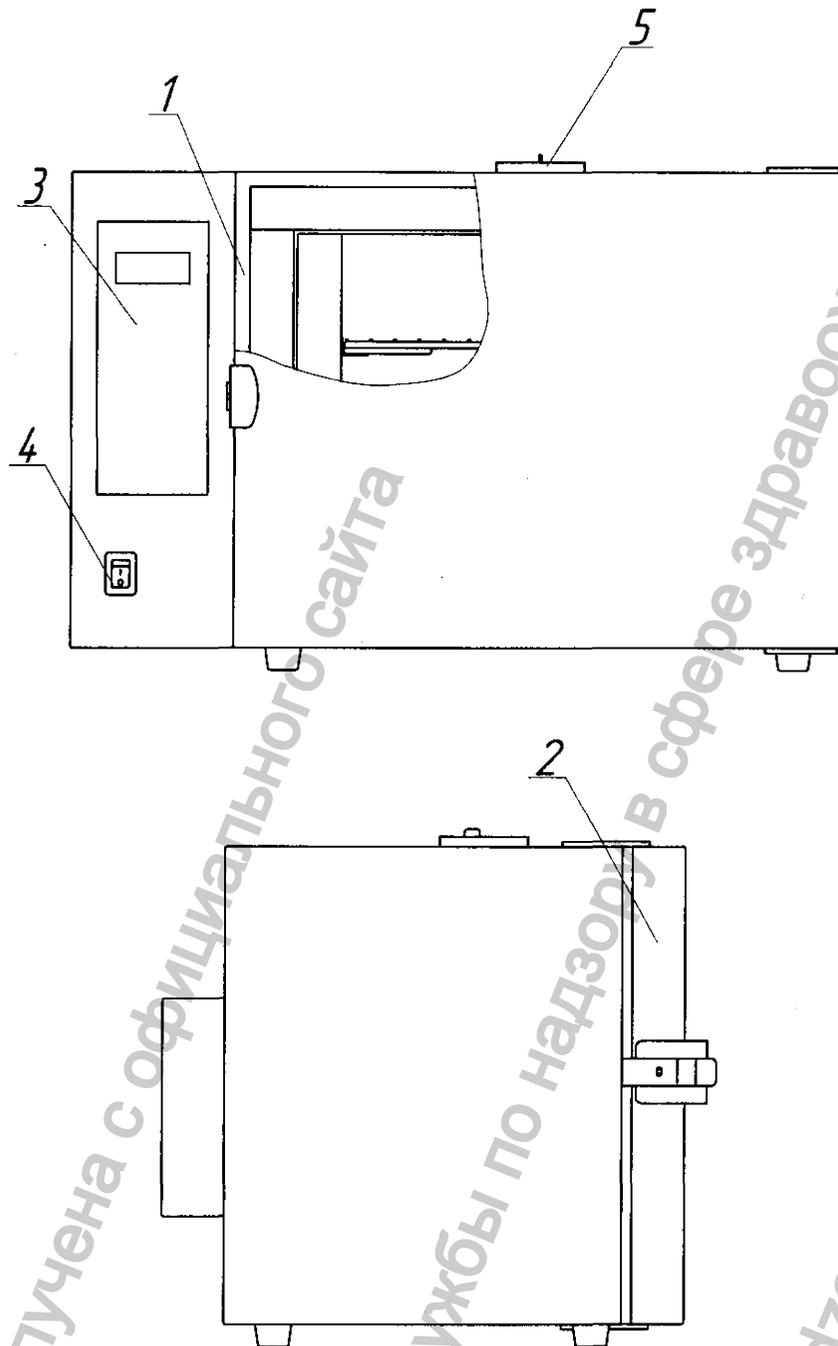
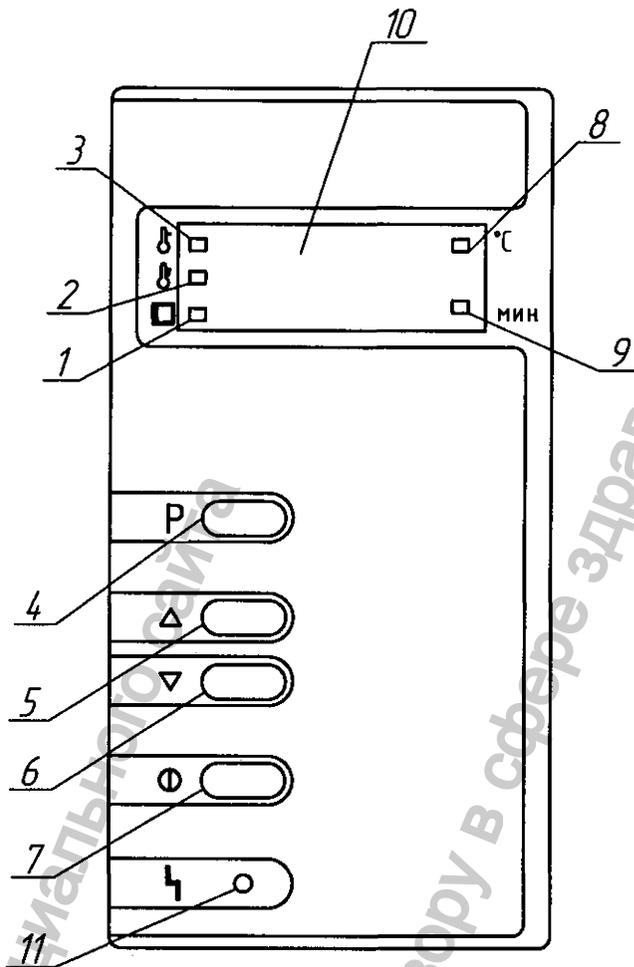

Рисунок 1 – Стерилизаторы ГП 10-80 МО. Общий вид
Рисунок 2 – Расположение органов управления на блоке управления стерилизатора
1.4.1 Общий вид стерилизатора представлен на рис. 1 и 2.
Установить выключатель (поз.4, рис. 1) в положение "I". На блоке управления загорится индикатор (поз.8, рис. 2), информационное табло (поз.10, рис.2) показывает текущую температуру в стерилизационной камере.
Для выбора программы стерилизации нажать на кнопку "P" (поз.4, рис.2) и выбрать нужную программу путем нажатия на одну из кнопок "Δ", "∇" (поз.5, 6, рис.2).
Для запуска выбранной программы кратковременно (не более 2 сек) нажать на кнопку "Ⓢ" (поз.7, рис. 2). Стерилизатор перейдет в фазу «ПОДГОТОВКА». Информационное табло индицирует изменение температуры в камере. Происходит нагрев до установленного значения температуры.
При достижении заданной температуры стерилизатор переходит в фазу «СТЕРИЛИЗАЦИЯ». Включается светодиодный индикатор "СТЕРИЛИЗАЦИЯ" (поз.3, рис. 2), информационное табло попеременно индицирует время выдержки и текущую температуру в камере. Происходит выдержка при заданной температуре, по истечении которой стерилизатор переходит в фазу «ОХЛАЖДЕНИЕ».
В фазе «ОХЛАЖДЕНИЕ» индикатор продолжает показывать изменение температуры в камере и горит индикатор "ОХЛАЖДЕНИЕ" (поз.2,рис. 2). Температура в камере падает. При понижении температуры до 75°C гаснет индикатор "ОХЛАЖДЕНИЕ", загорается индикатор "ВЫГРУЗКА" (поз.1, рис. 2) и звучит прерывистый звуковой сигнал, который выключается через 1 минуту.
2.3.3 Установить выключатель (поз.4, рис. 1) в положение " I ". На блоке управления загорится индикатор (поз.8, рис. 2), информационное табло (поз.10, рис.2) показывает текущую температуру в стерилизационной камере.
В алгоритм управляющей программы стерилизатора заложена возможность автоматического запуска прерванной (в результате кратковременного пропадания питающего напряжения) программы. Если после включения произошел автоматический запуск программы, то для ее остановки необходимо нажать на кнопку " ① " (поз.7, рис.2) и удерживать в течение 3 секунд.
Программа запоминает в энергонезависимой памяти номер последней программы, запущенной на исполнение. Для ее повторного запуска можно сразу нажать на кнопку " ① " (поз.7, рис. 2), не производя перебор программ.
2.3.5 Для запуска выбранной программы кратковременно (не более 2 сек) нажать на кнопку " ① " (поз.7, рис. 2). При этом включится вентилятор принудительной циркуляции воздуха внутри стерилизационной камеры и стерилизатор перейдет в фазу «ПОДГОТОВКА». Информационное табло индицирует изменение температуры в камере. Происходит нагрев до установленного значения температуры.
При необходимости запущенную программу можно остановить, нажав на кнопку " ① " (поз.7, рис.2) и удерживать в течение 3 секунд. Эту остановку можно выполнить в любой фазе стерилизации.
2.3.6 При достижении заданной температуры стерилизатор переходит в фазу «СТЕРИЛИЗАЦИЯ». Включается светодиодный индикатор "СТЕРИЛИЗАЦИЯ" (поз.3, рис. 2), информационное табло попеременно индицирует время выдержки и текущую температуру в камере. Происходит выдержка при заданной температуре, по истечении которой стерилизатор переходит в фазу «ОХЛАЖДЕНИЕ».
2.3.7 В фазе «ОХЛАЖДЕНИЕ» индикатор продолжает показывать изменение температуры в камере и горит индикатор "ОХЛАЖДЕНИЕ" (поз.2,рис. 2). Температура в камере падает..
2.3.8 При понижении температуры до 75°C гаснет индикатор "ОХЛАЖДЕНИЕ", загорается индикатор "ВЫГРУЗКА" (поз.1, рис. 2) и звучит прерывистый звуковой сигнал, который выключается через 1 минуту.
2.3.10 По окончании работы стерилизатор установить выключатель в положение "0" (поз.4, рис.1).